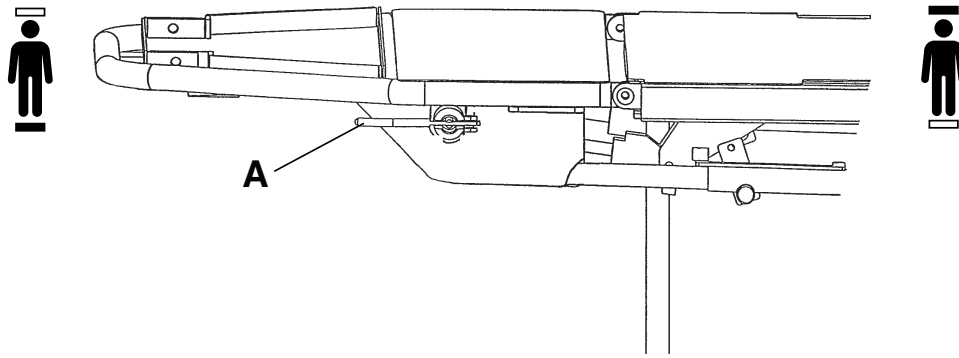

Figura 6 – Posición del asa roja en modo dependiente (silla)
Para poner la sección de los pies en modo dependiente (silla), gire el asa roja (A), situada en ambos lados de la sección de los pies, hacia el extremo de la cabeza del producto (Figura 6).
Para poner la sección de los pies en modo independiente, gire el asa roja (A), situada en ambos lados de la sección de los pies, hacia el extremo de los pies del producto (Figura 6).